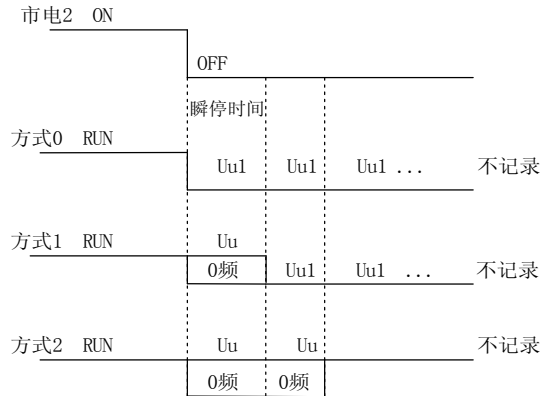

图 5-1-7 瞬停处理
- ◆ 如停机时出现欠压，则只告警 Uu，此时电机起动不起来。如图 5-1-7 所示：
- ◆ 如运行时出现欠压，报 Uu 或 Uu1，如图 5-1-7 所示；发生 Uu 时，封锁脉冲，进入 0 频运行。恢复，则 Uu 消失；发生 Uu1 时，则停机，如继续降电压至 300V 以下，则不作为故障记录，也不作为故障输出，如恢复，记录 Uu1 故障。